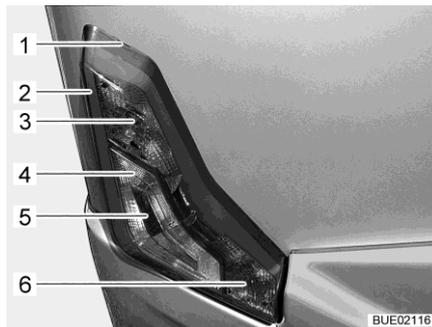

Bild 313 Beleuchtung Heck
- Flaches Werkzeug in Kerbe (Bild 313,1) stecken und Gehäuse vorsichtig abhebeln.